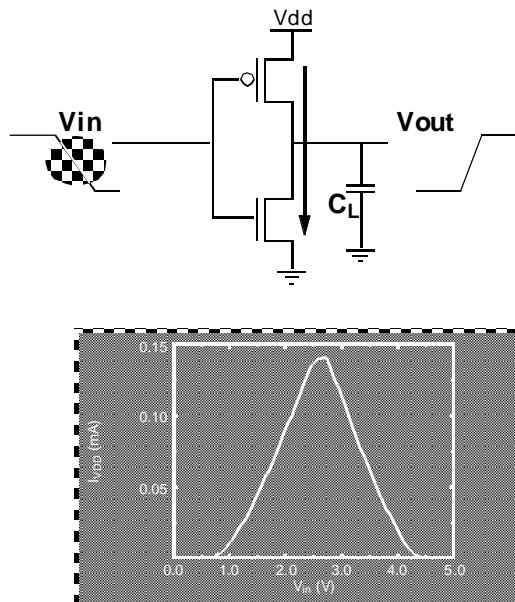

Figura 2. Consumo dinámico debido a las transiciones.
- Observe que el consumo se concentra en la **zona de la transición**, donde **los 2 transistores conducen simultáneamente**. Este consumo se denomina también **consumo de cortocircuito** (*short-circuit power dissipation*), pues supone la activación de un camino de conducción entre  $V_{DD}$  y GND. Es debido a la duración finita de los flancos de la señal de entrada. La Figura 2 ilustra este consumo dinámico, para un inversor genérico.